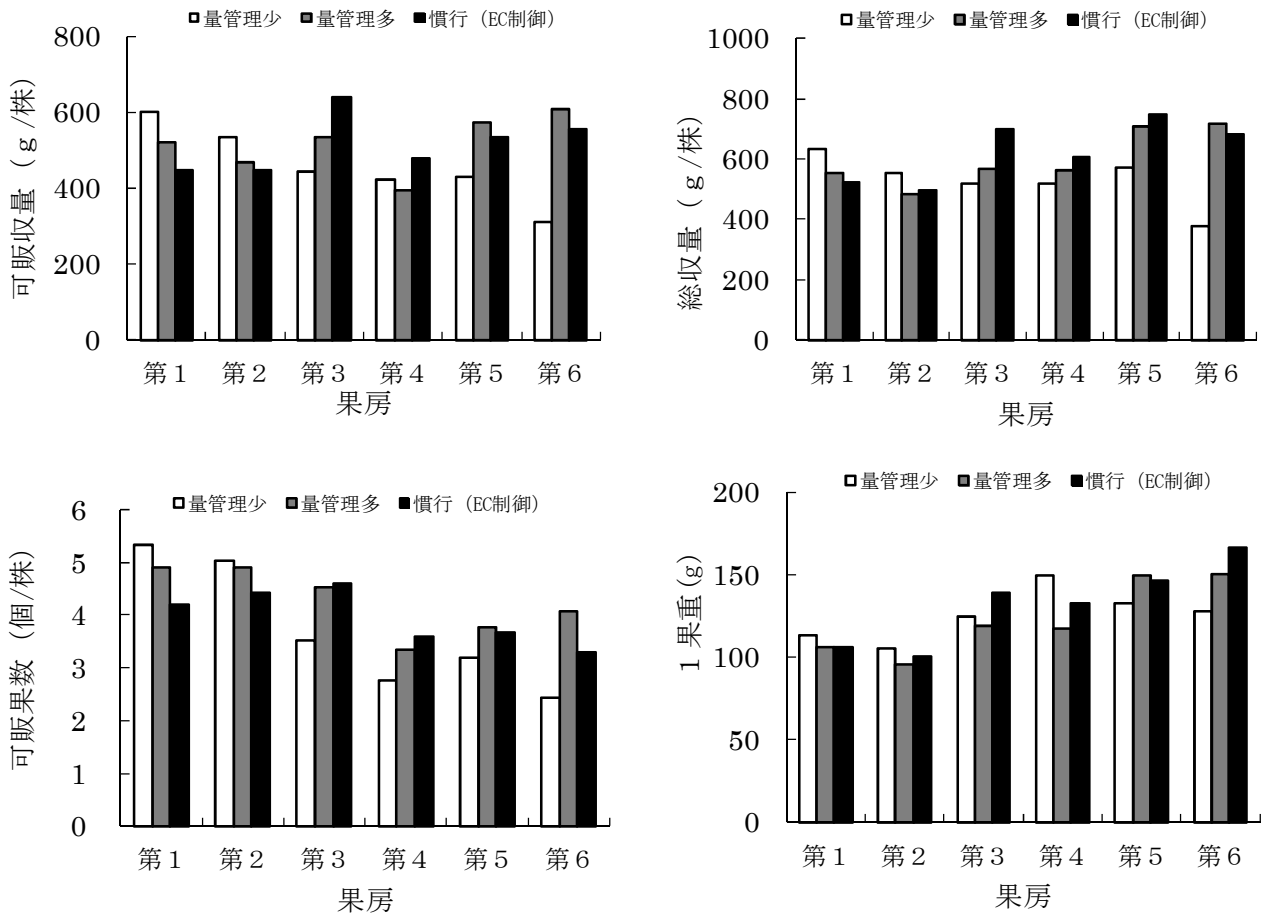

図3 果房別収量 (11月播種 品種「麗容」)
- 3 11月播種のような冬季栽培では、摘心後から栽培終了時までの施用量を 90mg/株/日にすることで、第5、6果房の収量が確保できる（図3）。